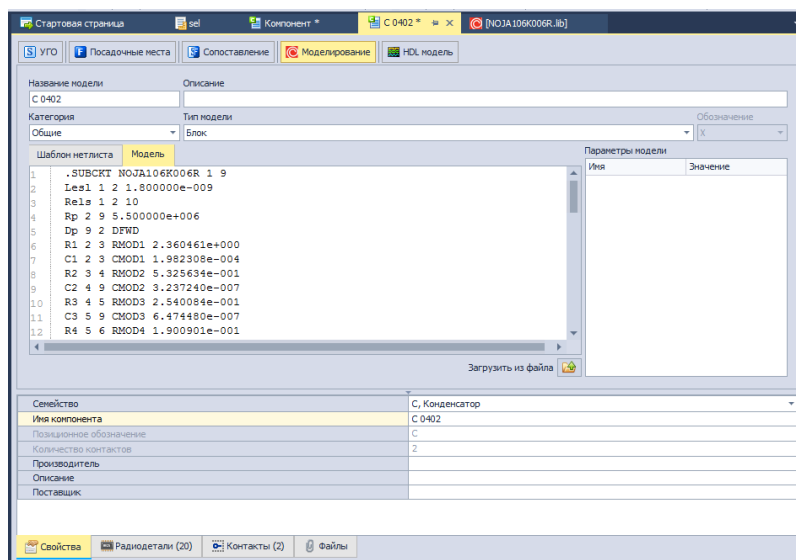

Рис. 18 Ввод списка соединений модели в текстовом окне вкладки «Модель»
4. Введите нетлист (список соединений) модели в текстовом окне вкладки «Модель», см. Рис. 18